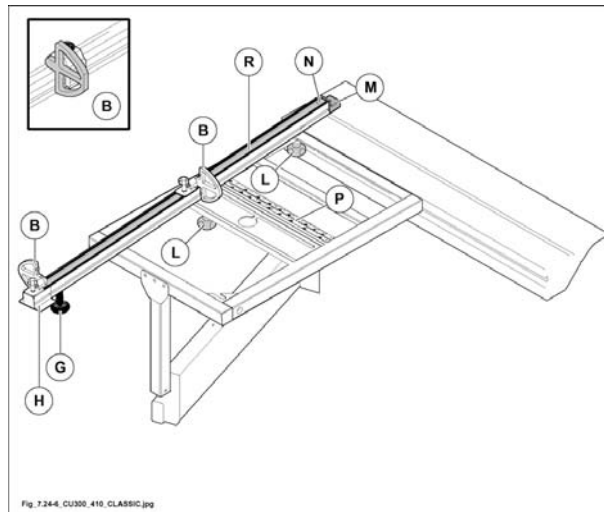

Fig. 7.24-6
- Per effettuare tagli obliqui sui pannelli, svitare i pomelli (L fig. 7.24-6) per cambiare posizione alla riga (R fig. 7.24-6).
- Per l'uso posizionare la riga facendo riferimento alla targhetta (P fig. 7.24-6) e serrare i pomelli (L fig. 7.24-6).
la riga è dotata di una estensione estraibile a canocchiale (H fig. 7.24-6) la quale se necessita si può allungare dopo aver allentato il pomello (G fig. 7.24-6).
Quando il paraschegge (M fig. 7.24-6) si usura, avvicinarlo alla lama sega allentando il grano (N fig. 7.24-6).
La riga telescopica viene fornita con le battute (B fig. 7.24-6). Queste si possono velocemente posizionare per lavorazioni in appoggio o in spinta semplicemente ribaltandole.